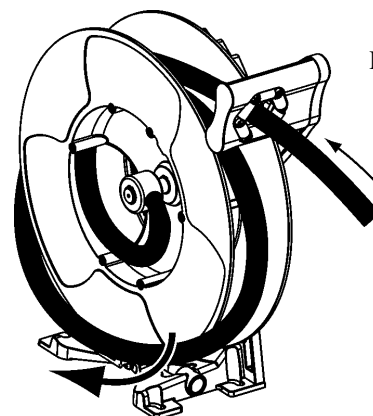

Fig. 12
2. För tillbaka en del av slangen genom slangstyrningen och ta sedan bort en ögla på rullen (Fig. 12).